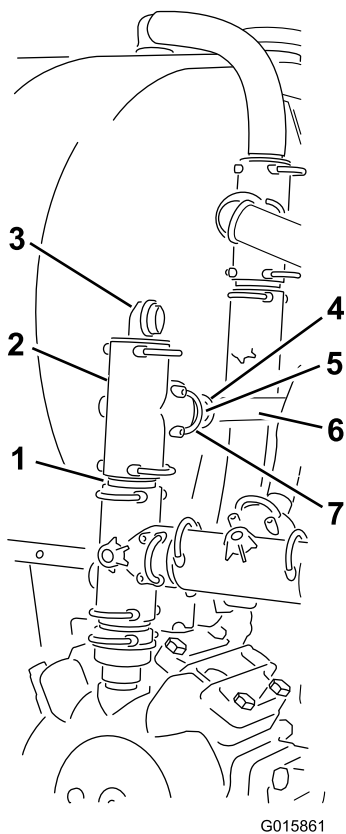

Figura 33
2. Instale el conector S67 en la parte superior del acoplamiento en T abierto y sujételo con un pasador de horquilla (Figura 33).
4. Instale un acoplamiento dentado de 90° en el extremo superior del acoplamiento en T (Figura 33), y sujételo con un pasador de horquilla S67.
Nota: Oriente la boquilla hacia atrás (Figura 33).
5. Instale un racor de reducción de S67 a S53 en el lateral del acoplamiento en T, y sujete el racor con un pasador de horquilla S67 (Figura 33).
6. Instale un acoplamiento dentado recto S53 en el racor con un pasador de horquilla S53 (Figura 33).